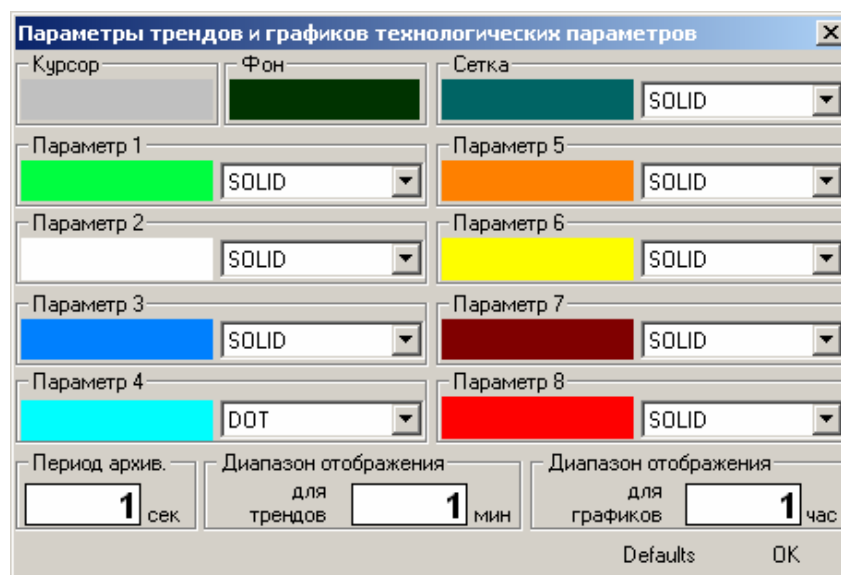

Рисунок 5.7 – Параметры трендов и графиков технологических параметров
- При первом запуске программы все параметры выставлены одним цветом, для изменения этого можно сбросить настройки до стандартных, таких как указано на рис.5.7. Для этого воспользуйтесь кнопкой Defaults.